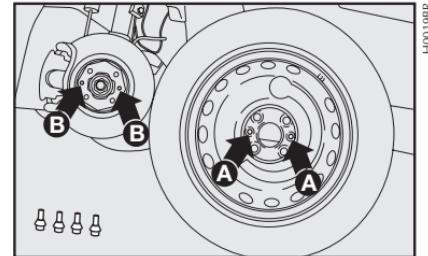

fig. 7
- Monte la rueda de repuesto, de manera que los tornillos **B**-fig. 7 coincidan con los orificios **A**-fig. 7.